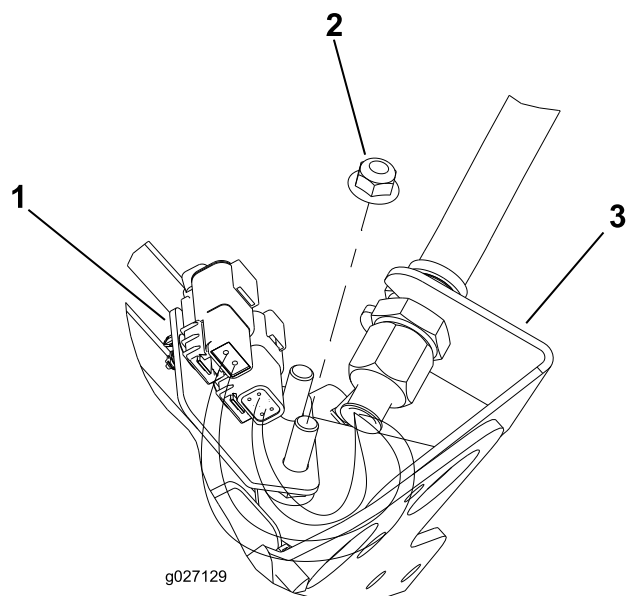
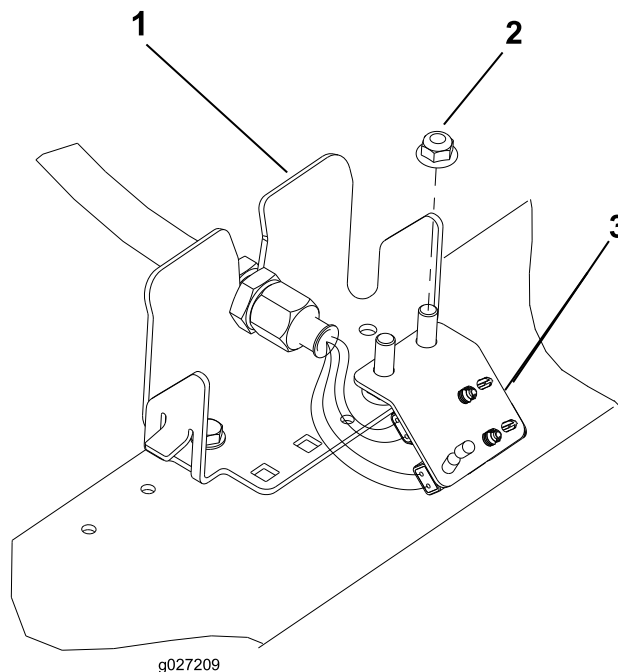

図 12
図 15
6. 残りのバルクヘッド 4個 についても同じ作業を行う。 図 12 図 15 を参照。